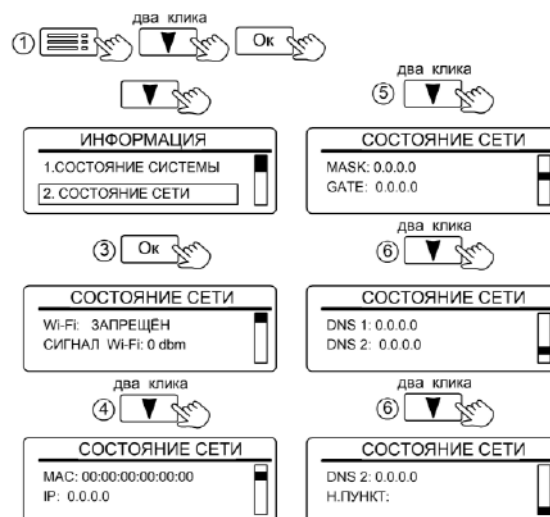

Рисунок 29. Вид вкладки «СОСТОЯНИЕ СЕТИ»
**11.3.2 Окно «2.СОСТОЯНИЕ СЕТИ»** отображает сетевые данные (рис. 29).